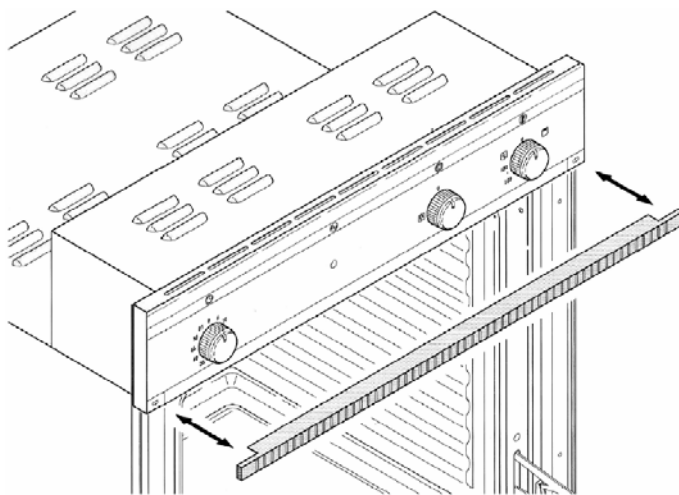

Рис. 16
- для очистки дымоотводной решетки ее можно снять, оттянув планку решетки за ее края, до выхода кулачкового наконечника из пружинного фиксатора (рис. 16).